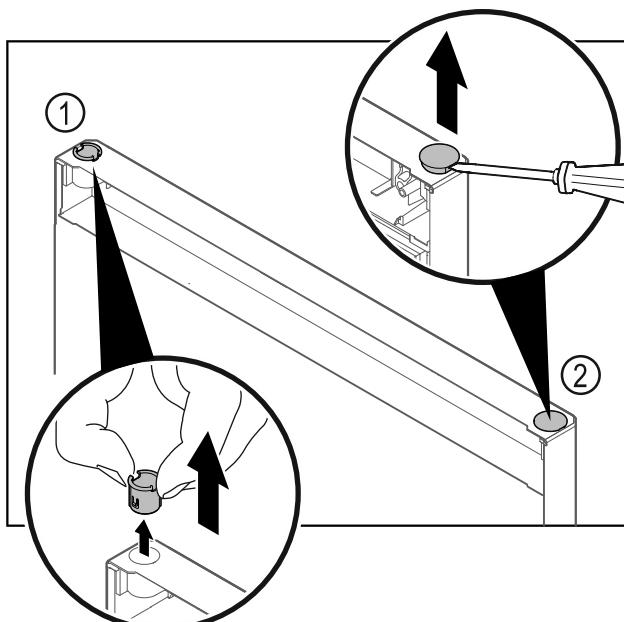

Fig. 28 Врата на хладилната част
- ▶ Изтеглете с пръсти втулката на пантата Fig. 28 (1).
- ▶ С плоска отвертка внимателно повдигнете покриваща тапа Fig. 28 (2) и я извадете.